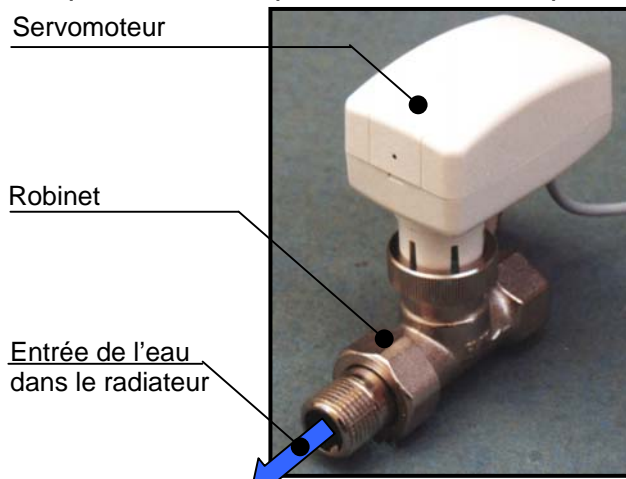

Figure 3 : Servomoteur (Réglage automatique)
- 3^{ème} solution «réglage automatique » : Emploi d'un **SERVOMOTEUR**. Le servomoteur OVENTROP (réf. 101 27 00) (figure 3), support du TP, est piloté par un thermostat électronique externe et permet un réglage progressif du robinet à l'entrée du radiateur. Il permet une régulation précise de la température dans la pièce. Le fonctionnement du moteur est très silencieux et la puissance absorbée est minime. Ce servomoteur est équipé d'une reconnaissance automatique de la position zéro et d'une fonction anti-blocage servant à éviter un grippage de la tige du robinet. Pour cette dernière fonction, le robinet est ouvert et fermé complètement par le servomoteur une fois par 24 heures puis remis dans sa position initiale.